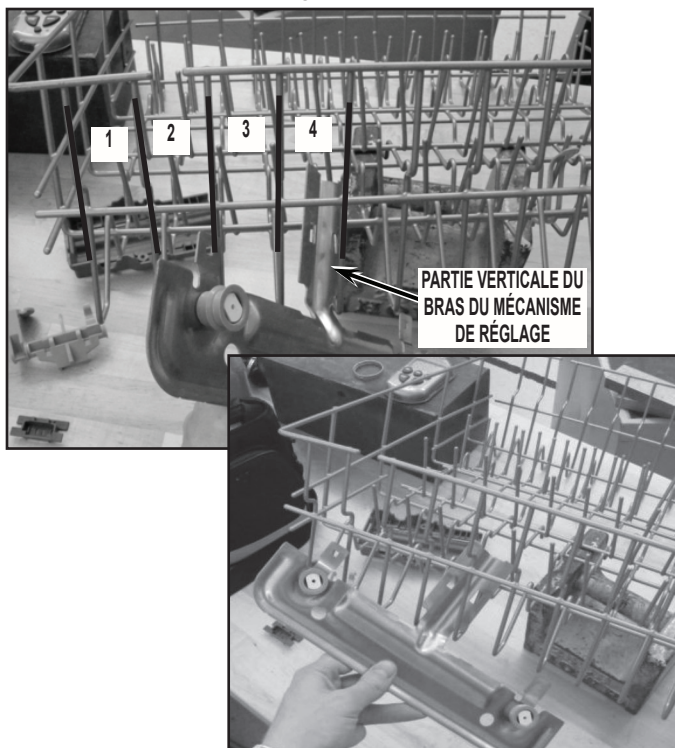

FIGURE 1
3. Pour les remplacer par les nouveaux, glisser d'abord la partie verticale du bras du mécanisme de réglage entre le 4^e couple de tiges verticales (en commençant par l'arrière du panier). Le bras du mécanisme de réglage doit être légèrement incliné pour passer entre les tiges. Voir la *Figure 1*.